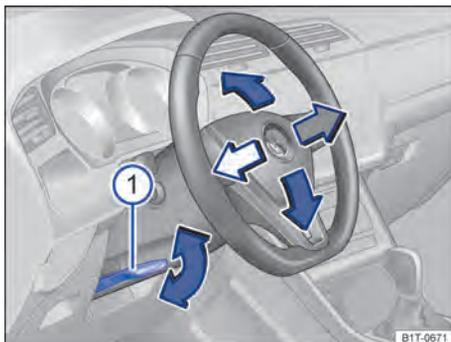

Fig. 70 Embaixo do volante no revestimento da coluna de direção: alavanca de ajuste mecânico da posição do volante.
- Virar a alavanca → Fig. 70 1 para baixo.
- Depois do ajuste, virar a alavanca → Fig. 70 1 sempre firmemente para cima, para que o volante não mude de posição involuntariamente durante a condução.